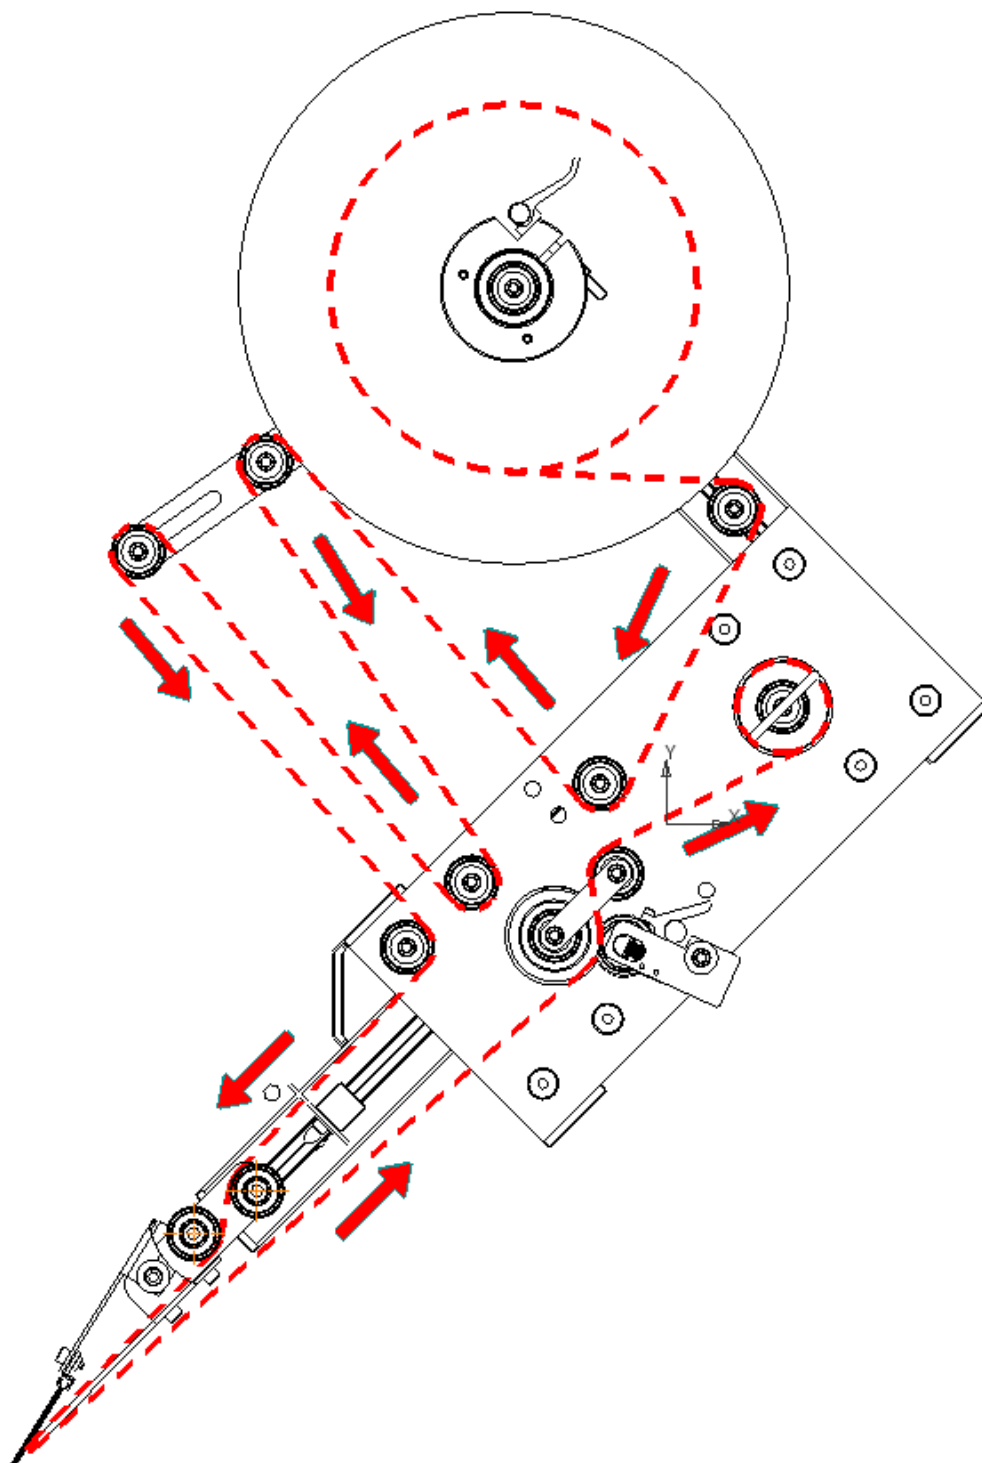

Рисунок 4. Схема заправки ленты (правое исполнение)
7. Заправьте ленту с этикетками согласно схеме заправки ленты (рис. 4), конец ленты закрепите при помощи вилки на приемном барабане.